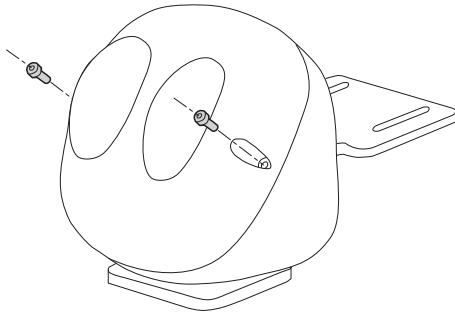

Fig. 1
Svitare le viti e sollevare il guscio (Fig. 1, pagina 5).
Chiudere il brandeggio. Serrare le viti con coppia pari a 1.2Nm (Fig. 1, pagina 5).
2. Svitare le viti e sollevare il guscio (Fig. 1, pagina 5).
10. Chiudere il brandeggio. Serrare le viti con coppia pari a 1.2Nm (Fig. 1, pagina 5).